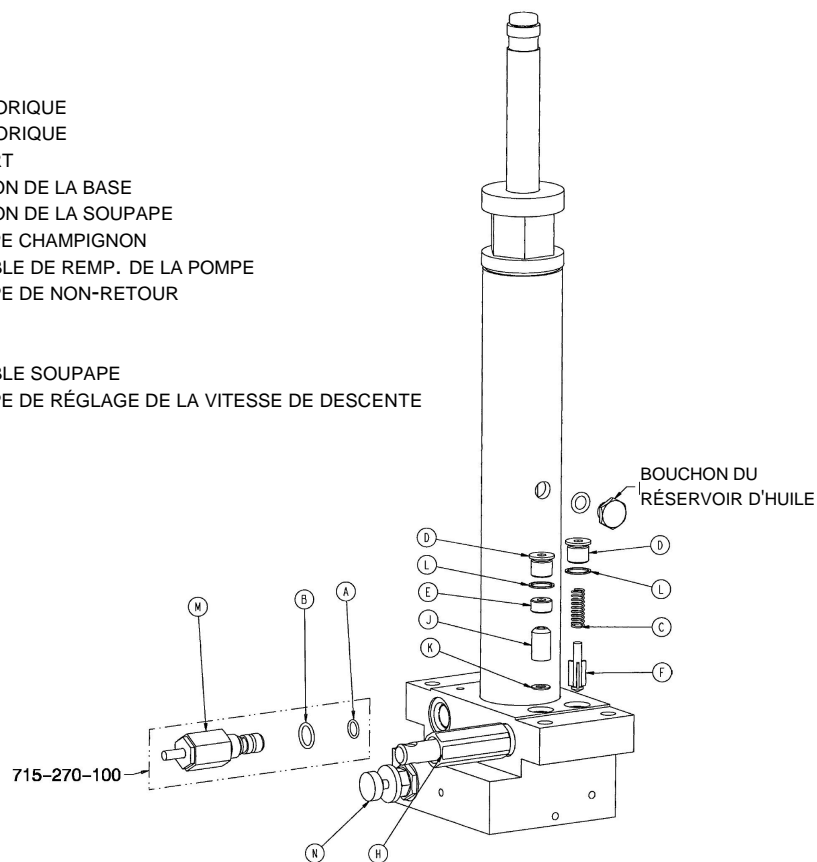

Figure 3.2
À moins d'indications contraires, les références contenues dans cette procédure référeront à la figure 3.2 à la page 17.
3. À l'aide d'une clé Allen 1/4", retirez le bouchon (D) et le joint (L).
4. À l'aide d'une clé Allen 1/4", retirez le bouchon de la soupape (E).
5. À l'aide d'un fil rigide à bout pointu et courbé, retirez la soupape de non-retour (J) et le joint (K).
6. Remplacez le joint (K) à plat au fond du trou qu'il occupe en utilisant une tige de diamètre 1/2".
7. Installez la nouvelle soupape de non-retour (J), la partie biseautée vers le haut (voir la figure 3.2).
8. Remplacez le bouchon de la soupape (E) et serrez à 10 lbf-pi (13.5 N-m) à l'aide d'une clé dynamométrique.
9. Remplacez le bouchon (D) et le joint (L) et serrez à 10 lbf-pi (13.5 N-m) à l'aide d'une clé dynamométrique.
À moins d'indications contraires, les références contenues dans la procédure qui suit référeront à la figure 3.2 à la page 17.